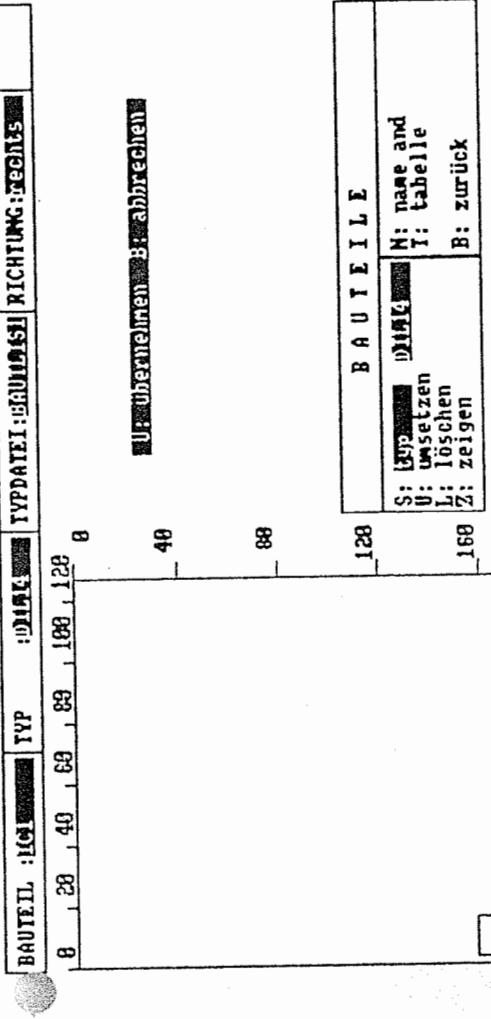

Bild 11
**S:setzen > (Bild 11)** Ein neues Bauteil wird auf die Platine gesetzt. Nach Drücken der Taste S fragt das Programm nach dem Bauteilnamen. Diesen Namen können Sie frei wählen. Gebrauchlich ist eine Kurzbezeichnung, z.B. IC für Integrierte Schaltkreise, T für Transistor und eine laufende Nummer, um mehrere IC's oder Transistoren auf der Platine unterscheiden zu können. Nachdem Sie den Namen eingegeben haben, fragt